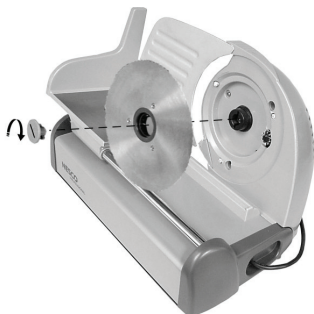

Figure 5
8. Après le nettoyage et le séchage, installez la lame et la vis de blocage sur le moteur dans le sens inverse de l'étape 6 (voyez la figure 5). Placez avec soin la lame sur le moyeu d'accouplement de l'ensemble moteur. Alignez les pattes de la vis de blocage sur les fentes d'accouplement du moyeu en plastique de l'ensemble moteur et enfoncez jusqu'à ce que les pattes s'enclenchent. Tournez la vis de blocage d'un quart de tour dans le sens anti-horaire pour bloquer la lame en place.